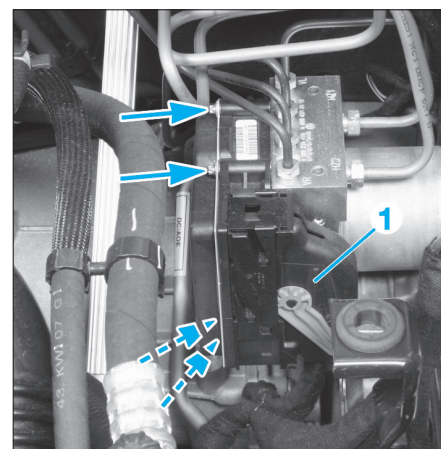

FIG. 30
- Déverrouiller et débrancher le connecteur (1) du calculateur ABS/ESP (Fig.30).